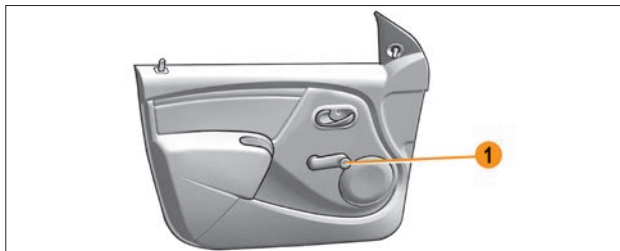

Рис. 4.1.1. Рукоятка привода стеклоподъемника
**В варианном исполнении** стеклоподъемники имеют ручной привод. Вращайте рукоятку 1 (рис. 4.1.1), чтобы опустить или поднять стекло на нужную высоту.